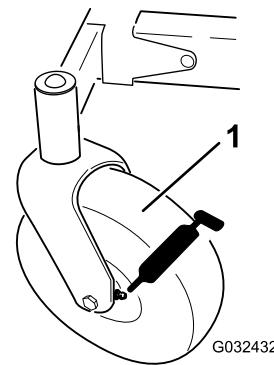
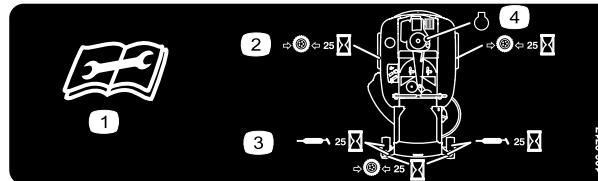

Figura 38
Figura 39
3. Pulite i raccordi d'ingrassaggio (Figura 38 e Figura 39) con un panno.
4. Collegate un ingassatore a pressione a ciascun ingassatore (Figura 38 e Figura 39).